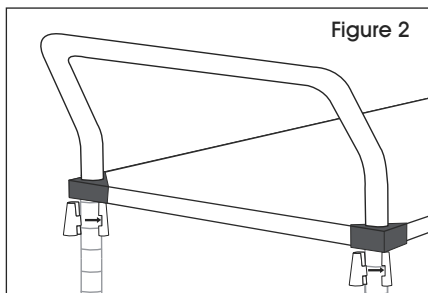

Figure 2
2. Enclenchez les pièces emboîtables d'un support de tablette (l'extrémité la plus large vers le bas) autour du montant, au niveau de la rainure la plus élevée à l'endroit où la tablette doit être placée. Faites glisser le support vers le haut ou vers le bas jusqu'à ce qu'il s'enclenche dans la rainure. (Voir Figure 2)